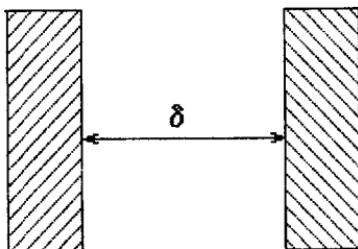
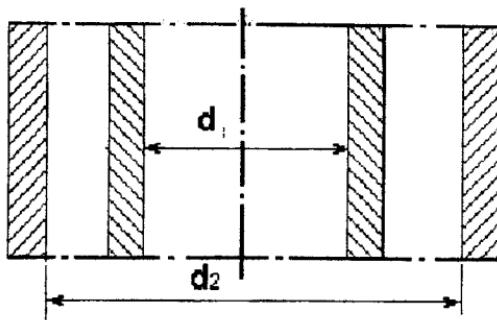
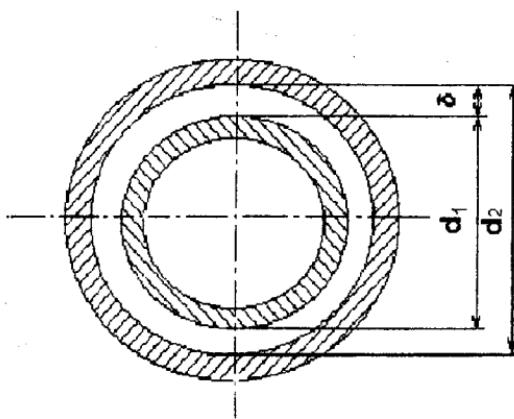

Рисунок 2.1 - Необмежений плоский прошарок
Рисунок 2.2 - Необмежений циліндричний прошарок
Рисунок 2.3 - Кулеподібний прошарок
Процес теплообміну в таких прошарках, наприклад, в необмежених плоских прошарках (рис. 2.1), необмежених циліндричних прошарках (рис. 2.2) та кулеподібних прошарках (рис. 2.3), прийнято описувати за допомогою критеріального рівняння виду
1. Для необмеженого плоского прошарку товщиною  $\delta$  (рис. 2.1)
2. Для необмеженого циліндричного прошарку (рис. 2.2)
## 2. Для кулеподібного прошарку (рис. 2.3)